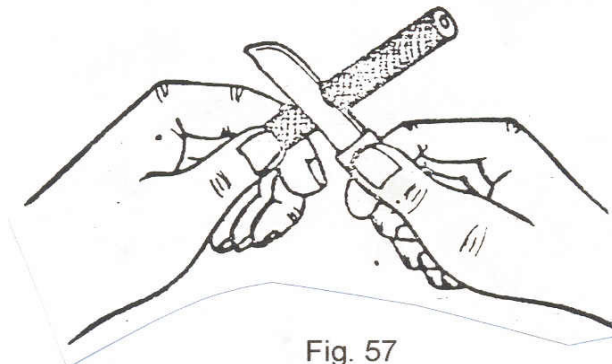

Fig. 57
- b) Desencape as pontas a partir das marcas até retirar toda a capa isolante (fig. 57).